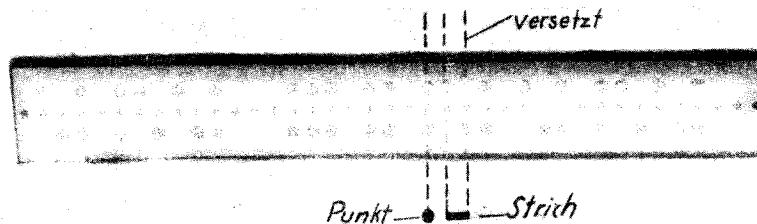

Abb. 6: Bedeutung der Lochzeichen
- 2) Das Paar schräg zueinander stehender Löcher, wo also das untere Loch nach rechts versetzt ist, ergibt ein Strichzeichen (siehe Abb. 6).